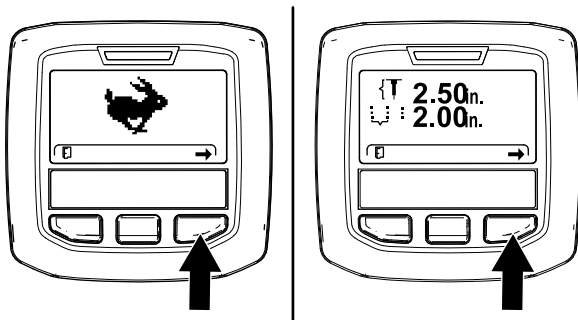

Bild 45
**Hinweis:** Der Bildschirm für den TRANSPORTBETREIB oder der Bildschirm für den AERIFIZIERBETRIEB wird angezeigt (Bild 45).